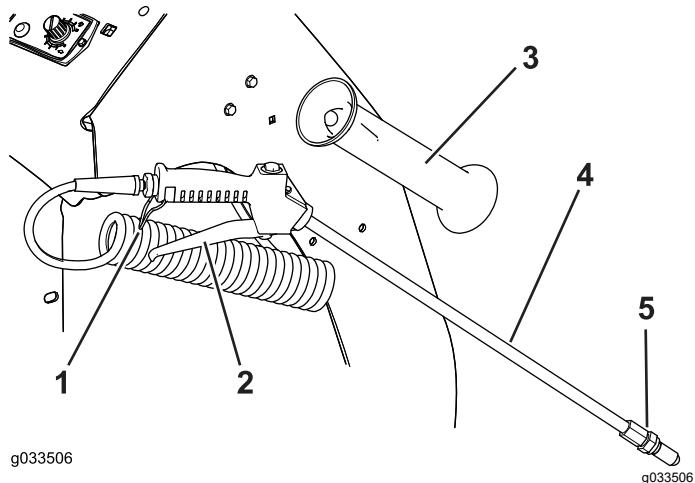

Figura 48
1. Retire la lanza del soporte del lado derecho de la máquina (Figura 48).
4. Apriete el gatillo de la empuñadura de la lanza de fumigación para empezar a fumigar; bloquee el gatillo en esa posición si lo desea (Figura 48).
5. Cuando termine de fumigar, si bloqueó el gatillo de la lanza de fumigación, desbloquéelo y suelte el gatillo (Figura 48)
7. Coloque la lanza en el soporte (Figura 48).